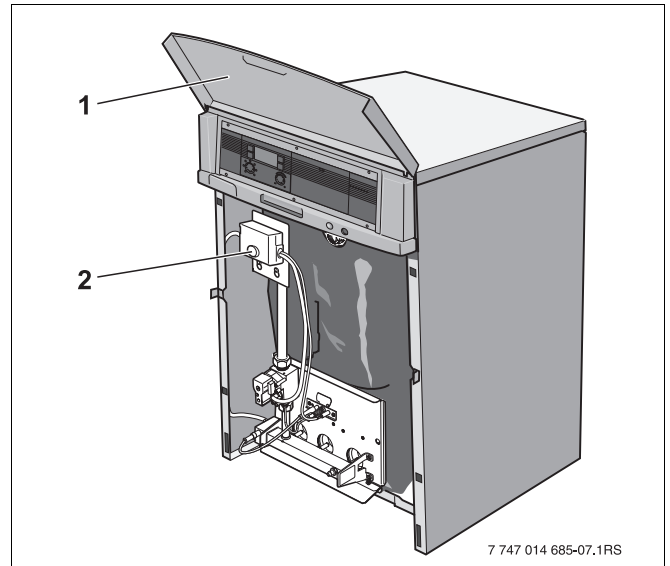

Abb. 23 Brenner in Betrieb nehmen
- Abdeckklappe des Regelgerätes (Abb. 23, **Pos. 1**) nach oben klappen.
- Wenn die Signalleuchte am Entstörtaster (Abb. 23, **Pos. 2**) leuchtet, Entstörtaster drücken.